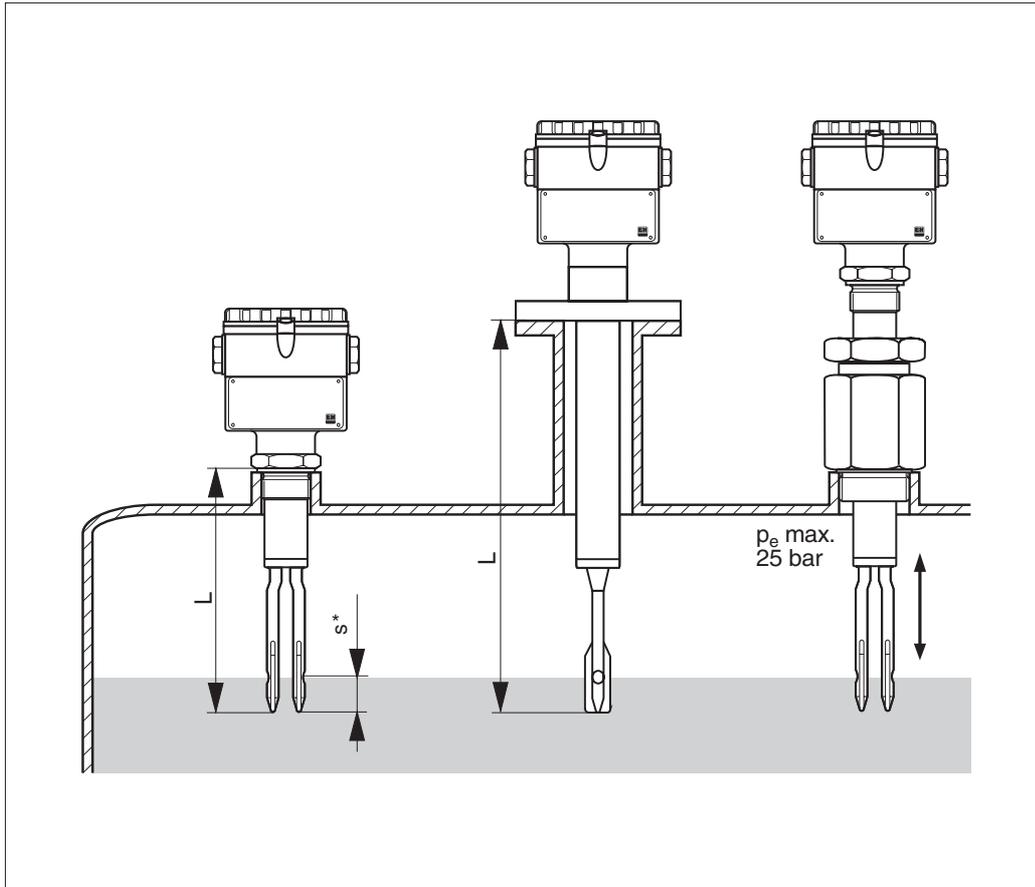

Abb. 6
- Mit einem Liquiphant S FDL 61 mit Hochdruckschiebemuffe läßt sich der Schalterpunkt bei Inbetriebnahme der Anlage millimetergenau einstellen (Abb. 6).